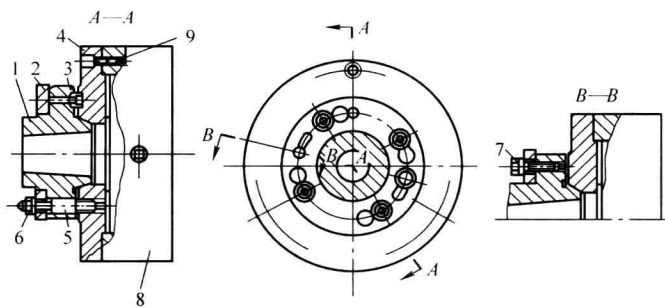

图 1-5 卡盘的联接
(1) 卡盘的安装 由于三爪自定心卡盘是通过连接盘与车床主轴联为一体的,所以连接盘与车床主轴、三爪自定心卡盘之间的同轴度要求很高。连接盘与主轴及卡盘间的联接方式如图1-5所示。